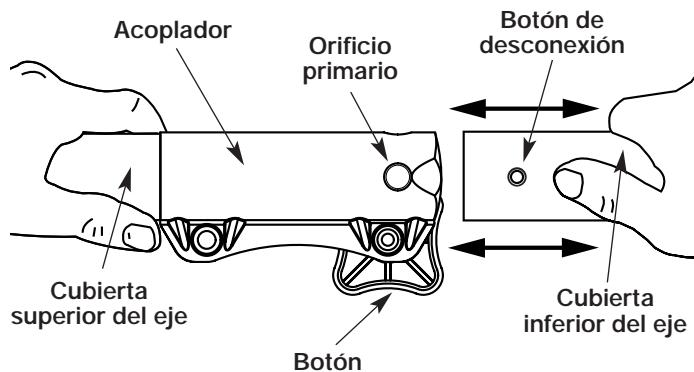

Fig. 6
3. Mientras sostiene el bastidor del eje superior con firmeza, tire del accesorio en línea recta fuera del acoplador (Fig. 6).
3. Mientras sostiene el accesorio con firmeza, empújelo en línea recta en el acoplador (Fig. 6).